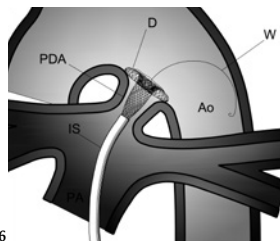

Fig. 16
- Puxando a bainha de implantação (IS), puxar suavemente o disco de retenção contra a ampola aórtica. Fig. 16.